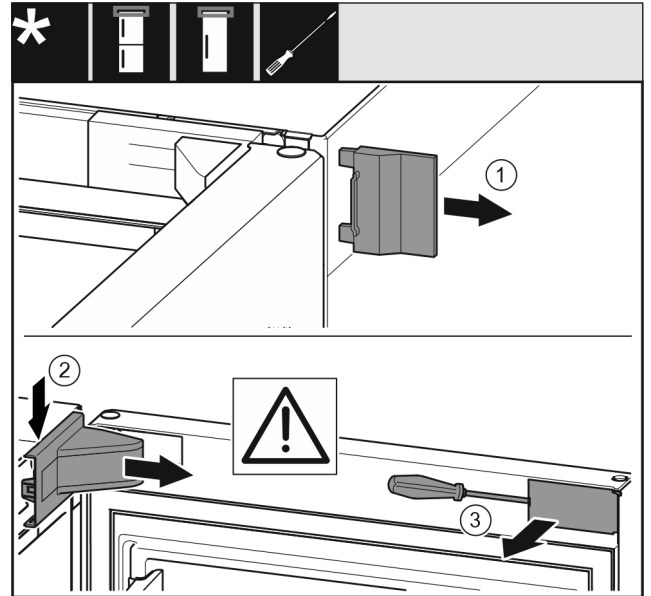

Fig. 8
- Retire la cubierta exterior Fig. 8 (1).
- Retire la cubierta del soporte del cojinete Fig. 8 (2) y suéltela.
- Desenganche la tapa ciega Fig. 8 (3) con un destornillador de punta plana y gírela hacia un lado.